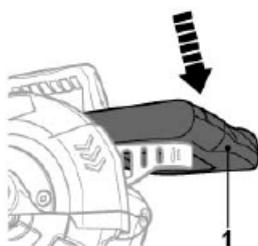

Fig. 54
- > Abaissez la poignée [1] et tirez sur le boulon de verrouillage [23] pour le sortir de sa position verrouillée (Fig. 54, 55).